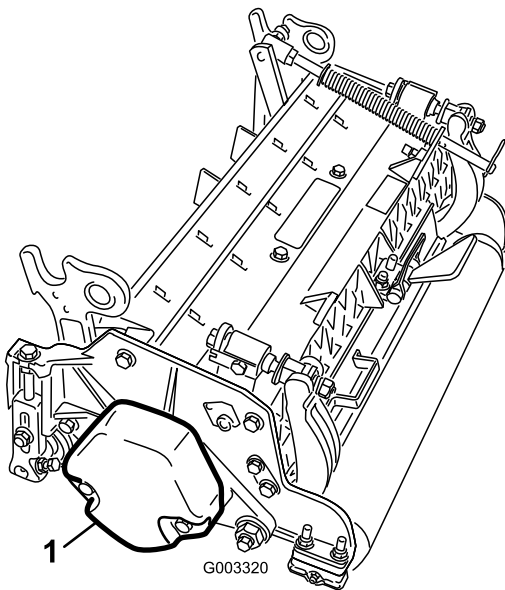

図 6
- 2番と4番のカuttingユニットでは、カウンタウェイトをカuttingユニットの左側に固定しているキャップスクリュー(2本)を取る。カウンタウェイトを取り外す図6。